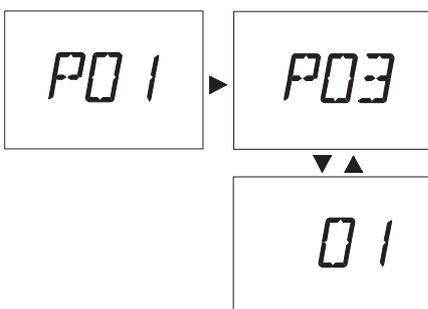

Рис. 19
- 1 Нажимайте кнопку сброса 14 Рис. 5 пока на ЖК-дисплее не отобразится параметр **P03**, в котором можно настроить *Тип теплообменника горячего водоснабжения* (первый уровень) на ЖК-дисплее (последовательность **P03** чередуется с **01**) (Рис. 19).